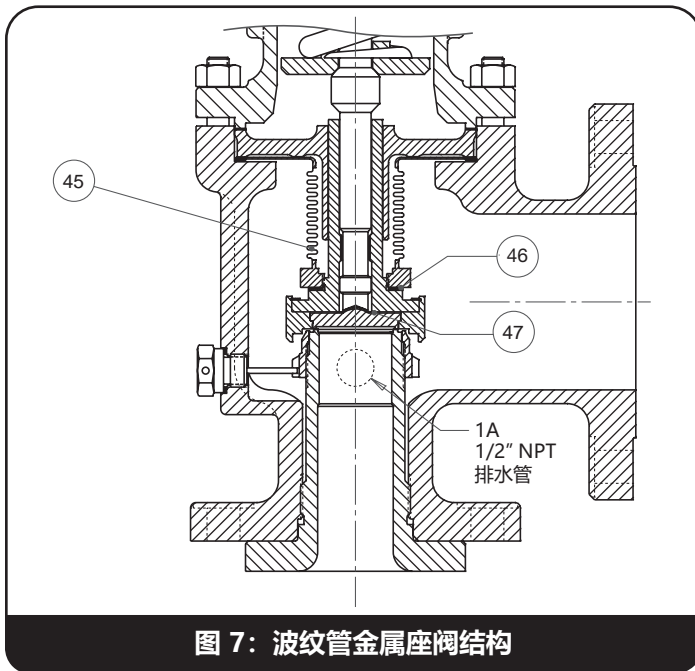

图 7: 波纹管金属座阀结构
7. 从阀瓣支架上取下主轴。在图 1 到图 7 所示的阀中, 只